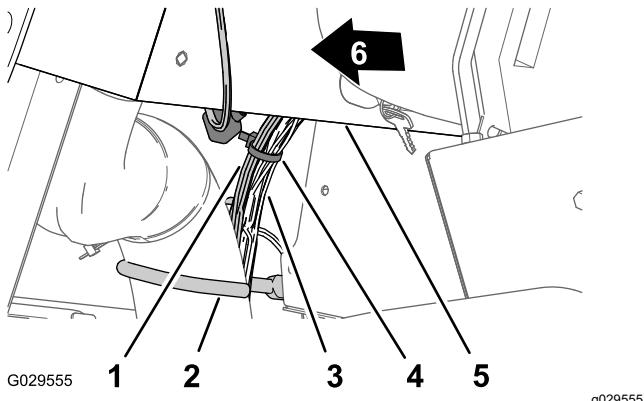

図 17
- 5. ケーブルホース用フックの近くで、ダッシュパネル用の 240cm の枝線を、車両用ワイヤハーネスにケーブルタイで縛りつける図 17。